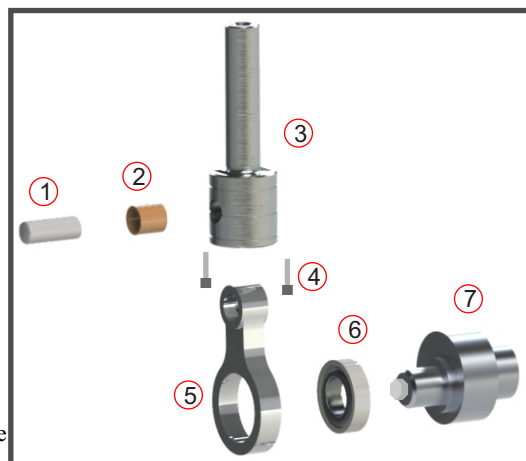

Fig. 51
- 1- Retirar o parafuso de aperto (4) na extremidade do pistão (3). (Fig. 51)
- 2- Desmontar o pino de articulação Biela / Pistão (1) da bucha de bronze (2). (Fig. 51)
- 3- Desmontar o rolamento (6) da biela (5) e do came (7). (Fig. 51)